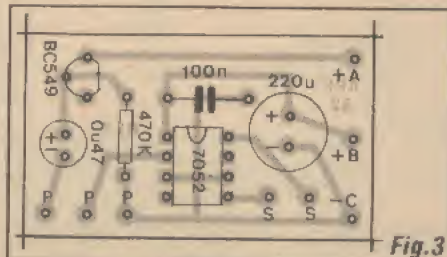

Fig.3
- **FIG. 3 - CHAPEADO DA MONTAGEM** - O circuito, em si, já é muito simples, e a presença do integradinho amplificador tornou-o ainda mais sintético... Com isso, a quantidade de componentes (basta ver a **LISTA DE PEÇAS**...), extremamente reduzida, torna facilíma a realização prática, mesmo para um iniciante. Com a estilização de todas as principais peças,